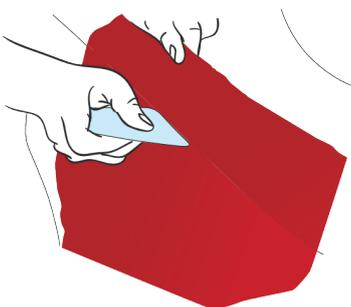

Figure 39
- › Marquer les contours de la pièce : décoller le vinyle de la pièce adjacente et emmener le dans le creux à l'aide de la raclette, afin de bien marquer le bord du joint. (FIG. 39)